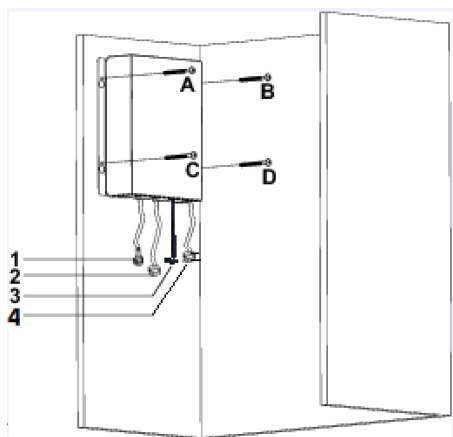

Fig. 17
2. ➔ Elektronikboxen kan monteras inuti skåpet med de fyra skruvarna 3,5 x 16mm vid punkterna A, B, C & D (Fig. 17).